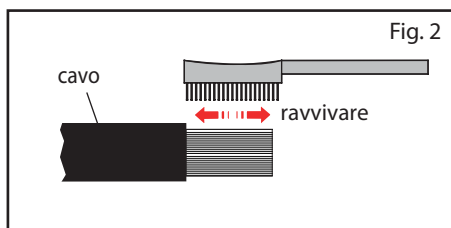

Fig. 2
- Ravvivare la superficie del conduttore di alluminio con una spazzola metallica per rimuovere lo strato di ossido (Fig. 2).